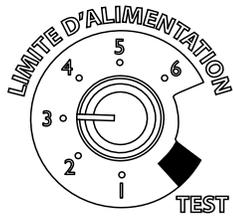

Figure 4.8
4. Réglez le débit d'alimentation. S'il s'agit de votre premier feu ou si vous voulez essayer différentes sortes de granulés, mettez le bouton de limite d'alimentation sur 4, Figure 4.8. Il s'agit d'une valeur modérée, que vous devrez probablement augmenter. Lorsque vous avez trouvé un réglage qui convient, utilisez-le. N'oubliez pas que si le débit d'alimentation est trop élevé, vous risquez de gaspiller du combustible.